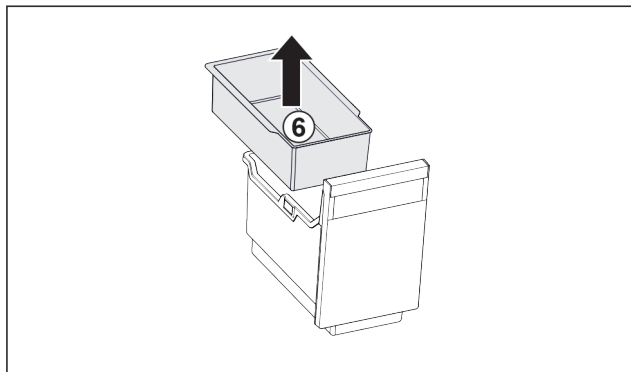

Fig. 140
- Vegye ki a beakasztható tálcát Fig. 140 (6).